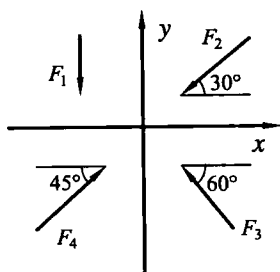

图 2.7
3. 已知 $F_1=300\text{ N}$, $F_2=120\text{ N}$, $F_3=250\text{ N}$, $F_4=150\text{ N}$, 各力的方向如图 2.7 所示, 试求各力在 x 、 y 轴上的投影。